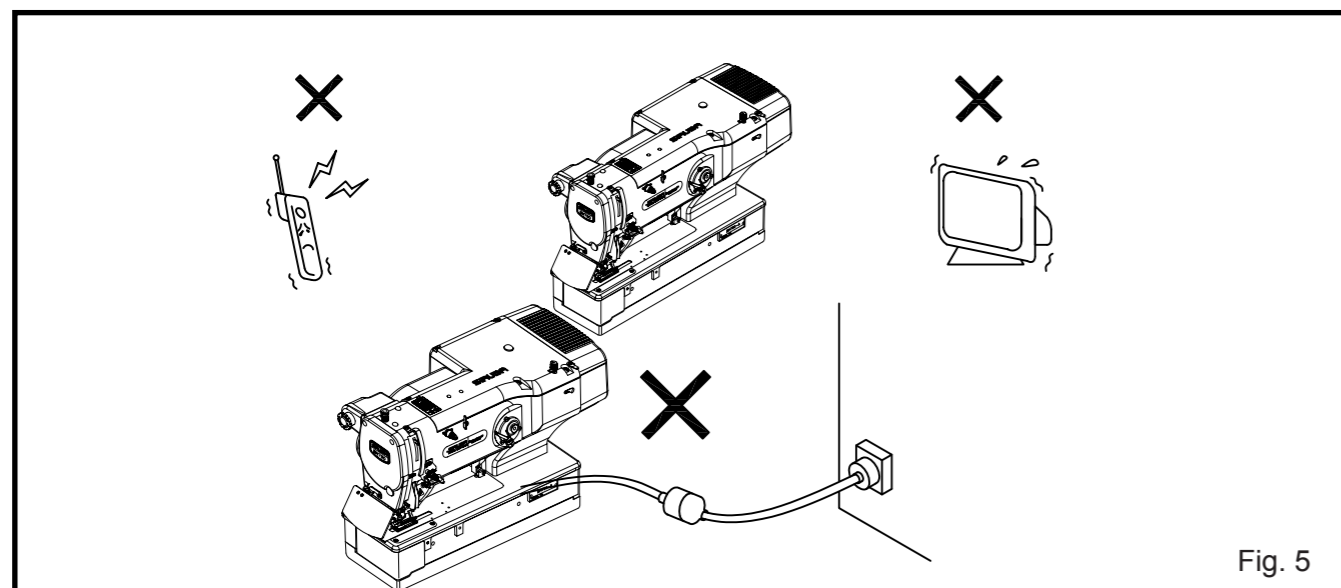

Fig. 5
1. Não instale a máquina de costura próxima a equipamentos tais como televisão, rádio ou telefones sem fio. Caso contrário, estes equipamentos sofrerão interferência elétrica. (Fig. 5)